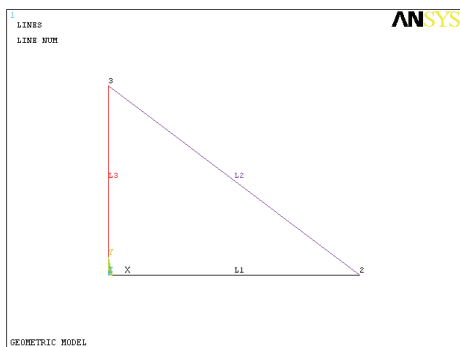

图 3-66 生成的几何模型结果显示
5) 选择 Utility Menu | Plot | Lines 命令, ANSYS 显示窗口将显示如图 3-66 所示的几何模型。